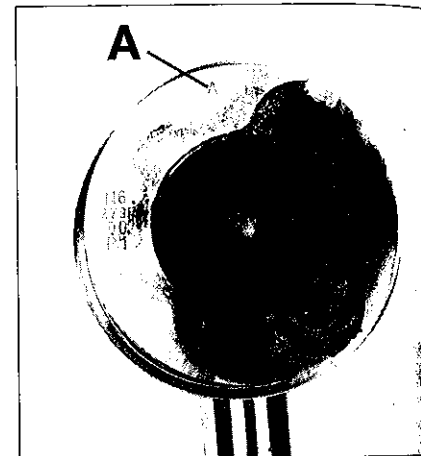

FIG.59
collier à segments (ensemble n°1 côté volant moteur) et orienter la flèche (A) côté distribution (Fig.59) (les empreintes des soupapes se trouvent côté échappement).